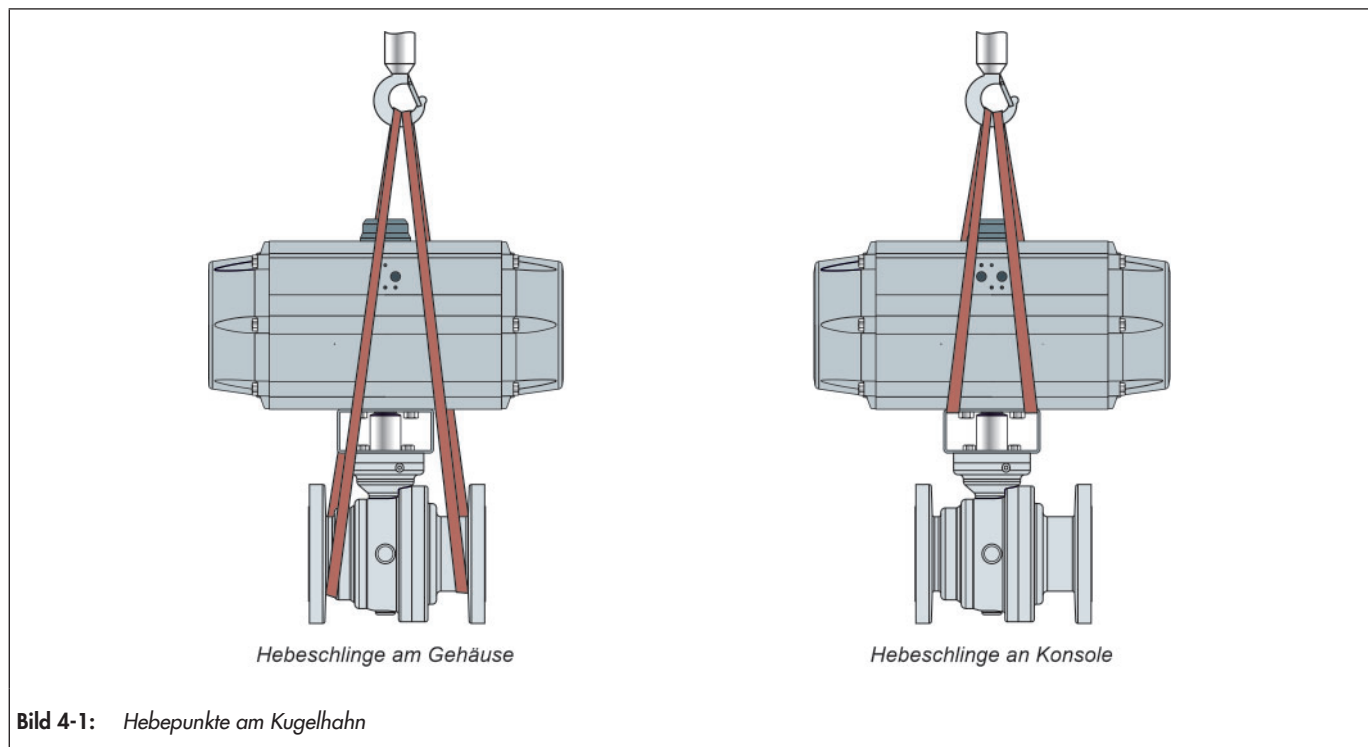

Bild 4-1: Hebepunkte am Kugelhahn
- ⇒ Als Tragmittel einen Haken mit Sicherheitsverschluss verwenden, damit die Anschlagmittel beim Heben und Transportieren nicht vom Haken rutschen können, vgl. Bild 4-1.
- ⇒ Je eine Hebeschlinge an den Flanschen des Gehäuses und am Tragmittel (z. B. Haken) des Krans oder Gabelstaplers anschlagen, vgl. Bild 4-1. Dabei die Sicherheit, Tragfähigkeit und Länge der Hebeschlingen beachten
- ⇒ Je eine Hebeschlinge an der Konsole und am Tragmittel (z. B. Haken) des Krans oder Gabelstaplers anschlagen, vgl. Bild 4-1. Dabei die Sicherheit, Tragfähigkeit und Länge der Hebeschlingen beachten.